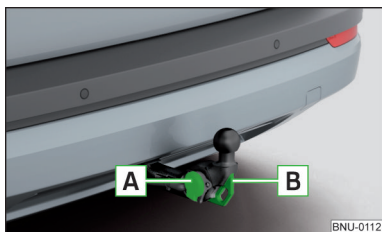

Fig. 299
- Branchez la prise mâle du câble de la remorque/de l'accessoire dans la prise à 13 pôles **A** » fig. 299 . (Lorsque la remorque/l'accessoire dispose d'une fiche 7 pôles, utiliser un adaptateur des accessoires d'origine ŠKODA).